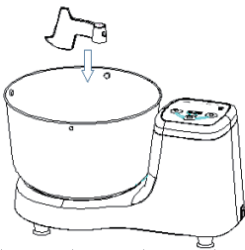

FIG4
4. Coloque la pala de amasado dentro del recipiente de mezcla; FIG4